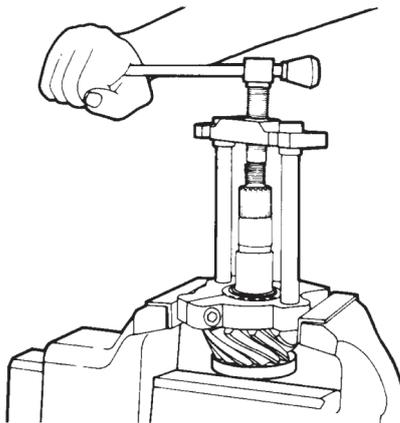

Figura 33
- K - Saque, se necessário, o cone do rolamento traseiro utilizando um extrator adequado ou uma prensa (figura 33).